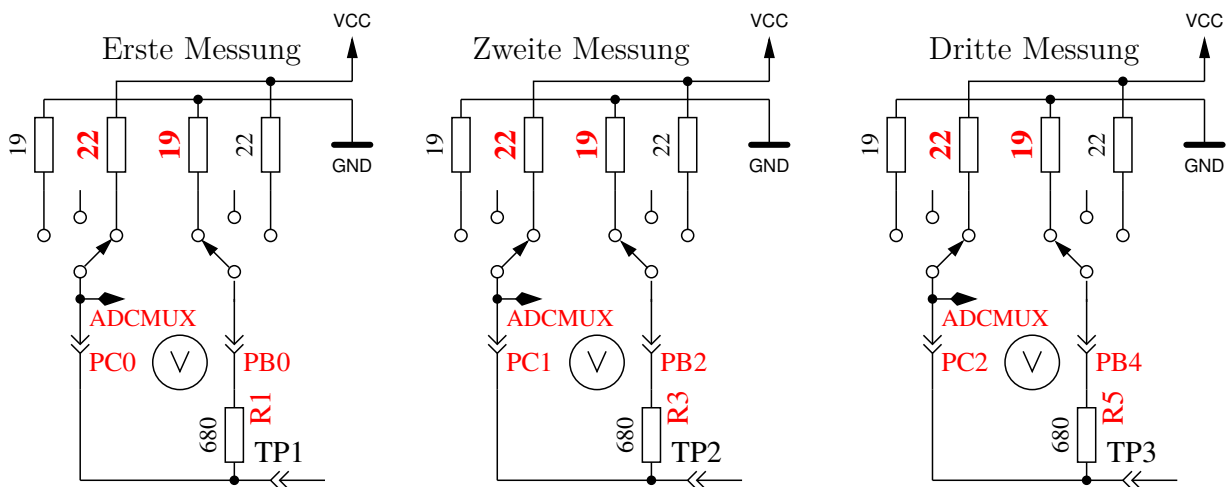

Abbildung 5.67. Messung des Innenwiderstandes des auf VCC geschalteten Port-C-Ausgängen.
9. **Messung des Innenwiderstandes von auf VCC geschalteten Port-Ausgängen.** Der benötigte Strom wird von auf GND geschalteten 680Ω-Widerständen geliefert. Es ist die gleiche Messung wie die in Test 8 zur anderen Seite, wie in Abbildung 5.67 gezeigt wird. Der Innenwiderstand wird wie folgt berechnet: Um den Strom zu berechnen: $(5001 - (\text{Ergebnis von Test 8}) - (\text{Ergebnis von Test 9})) / 680$. Die Widerstandswerte ergeben sich, wenn die gemessene Spannung durch diesen Strom dividiert wird. Das Ergebnis für diesen Test wird dann in Zeile 1 mit dem Text „RI_Hi=“ in Ω angezeigt, der Innenwiderstand zur GND-Seite wird in Zeile 2 mit dem Text „RI_Lo=“ angezeigt. Diese Werte werden ab Software-Version 1.06k bei jeder Messung neu bestimmt und hier nur dargestellt.